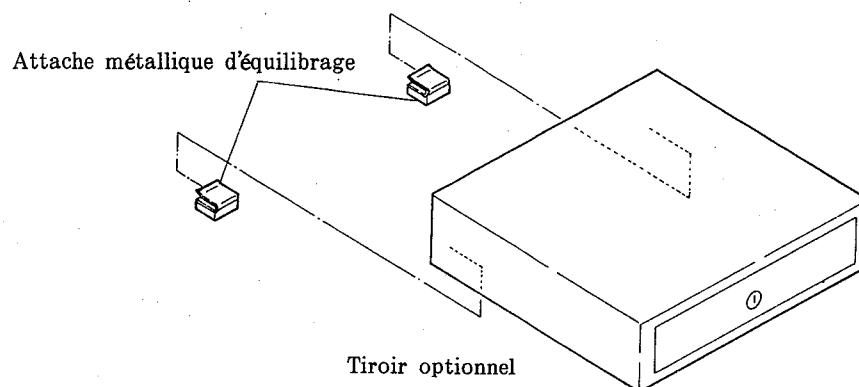

Fig. 37
- (7) Si n'importe quelle plaquette optionnelle a été retirée lors de la procédure (3), la remettre en place.
- (8) Inverser la procédure (2) pour refixer le couvercle arrière.
- (9) Fixer les attaches métalliques d'équilibrage (2) à l'arrière du tiroir optionnel. (Voir la Fig. 37.)